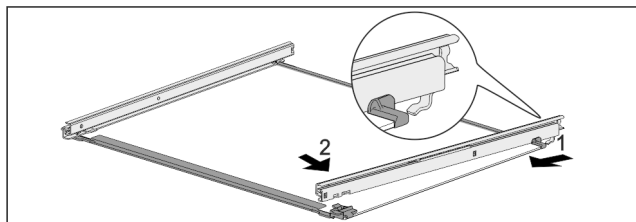

Fig. 53 Płyta szklana z szynami
- ▶ Zaczepić szynę z tyłu. Fig. 53 (1)
- ▶ Zazębić szynę z przodu. Fig. 53 (2)